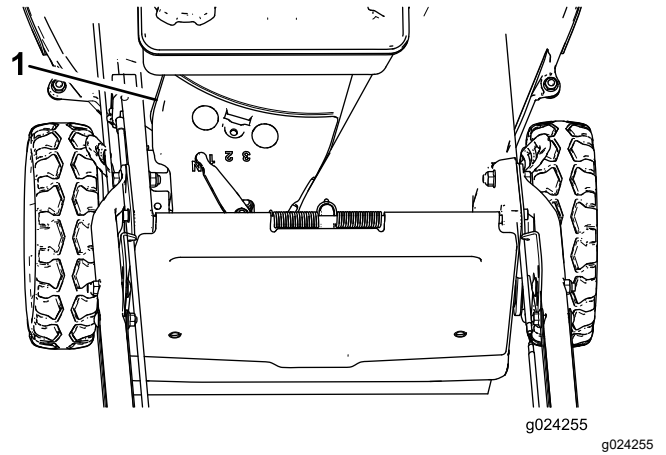

Figure 31
- Enlevez le couvercle de courroie (Figure 31) du carter du tablier de coupe.